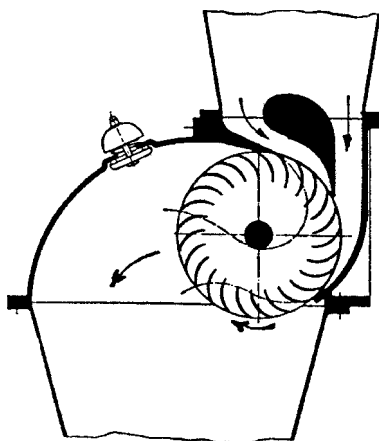

Figure 9 – Turbine à écoulement transversal
- 4.4.3 Turbine à écoulement transversal (Turbine Michell-Banki) Turbine à action avec un très faible degré de réaction. L'écoulement passe deux fois à travers la roue perpendiculairement à l'axe de rotation. Les aubes de la roue sont disposées d'une manière cylindrique (figure 9).